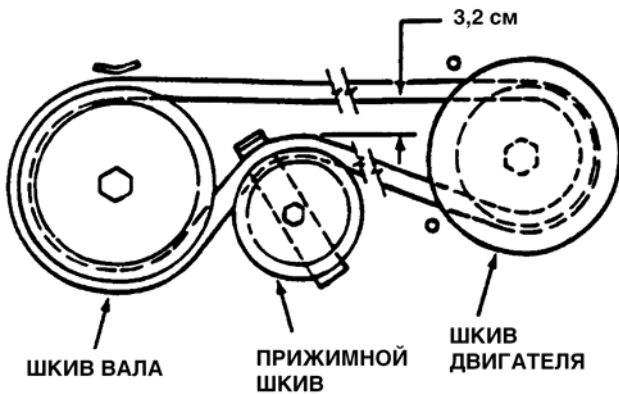

Рис. 4.3
3. Установите режущую деку в 3-е положение высоты стрижки. Измерьте зазор ремня между холостым шкивом и ремнем. Расстояние должно быть не менее 2,5 см (оптимальное расстояние – 3,2 см). См. рис. 4.3.